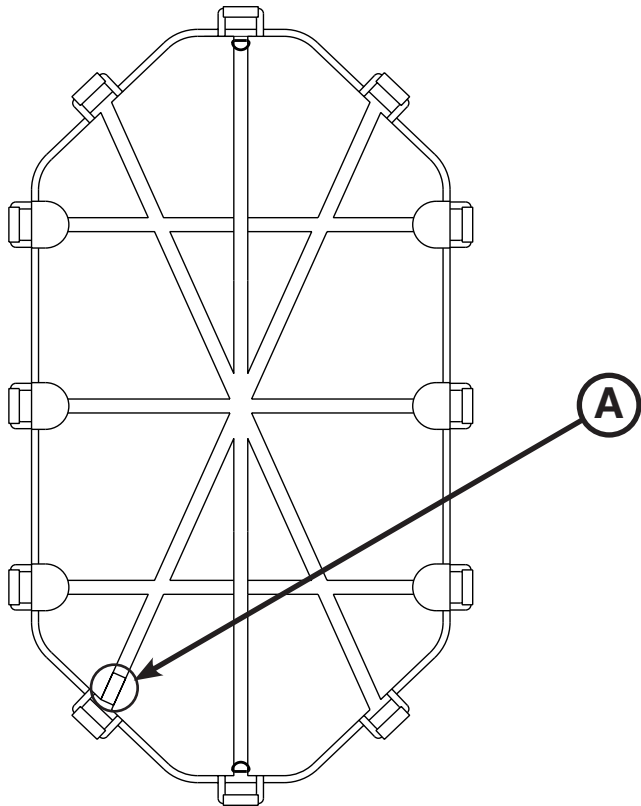

Abbildung 1: Chargennummer und Lage
Bei Anrufen beim Stryker-Kundendienst oder technischen Support bitte die auf dem Typenschild (A) Ihres Stryker-Produkts befindliche Chargennummer (wie in Abbildung 1 dargestellt) bereithalten. Die Chargennummer bei allen schriftlichen Mitteilungen angeben.